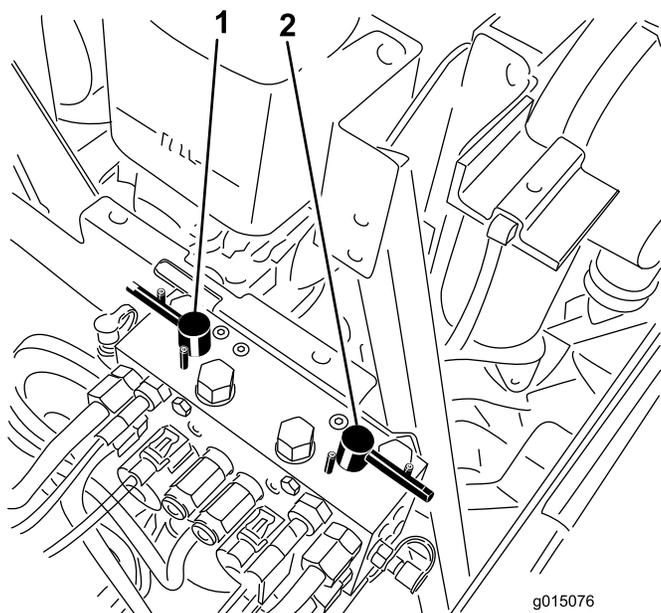

Figure 83
4. Sélectionnez les leviers de rodage avant, arrière ou les deux pour déterminer les plateaux qui doivent être rodés (Figure 83).